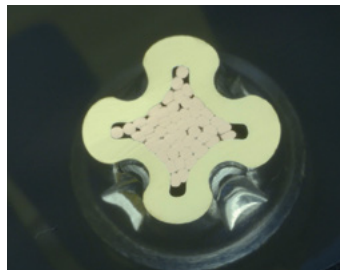

Abb. V-4: Schliffbild einer fehlerhaften Probe, Leiterquerschnitt zu gering
- Kontakt „untercrimpt“: mehr als 10% Luft im Querschnitt (Abbildung V-4)